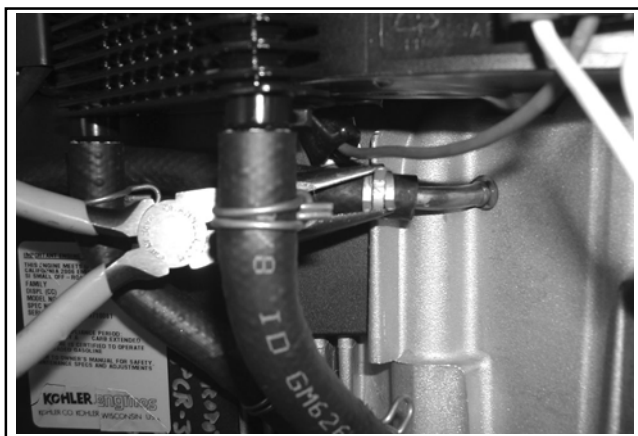

Figura 9-13. Scollegamento del tubo ad impulso dal carter.
2. Scollegare il flessibile ad impulso (depressione) dal carter. Vedere Figura 9-13.